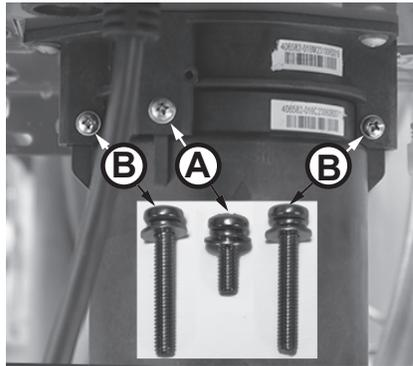

Figura 166 - Identifique los tornillos del cartucho
- 6 Ubique los tres (3) tornillos que fijan el cartucho X3®/de derivación como se muestra en la Figura 166. Retire el tornillo M4-12 mm (A) y los dos tornillos M4-25 mm (B) del cartucho. Deje los tornillos a un lado en un lugar seguro para volver a instalarlos.